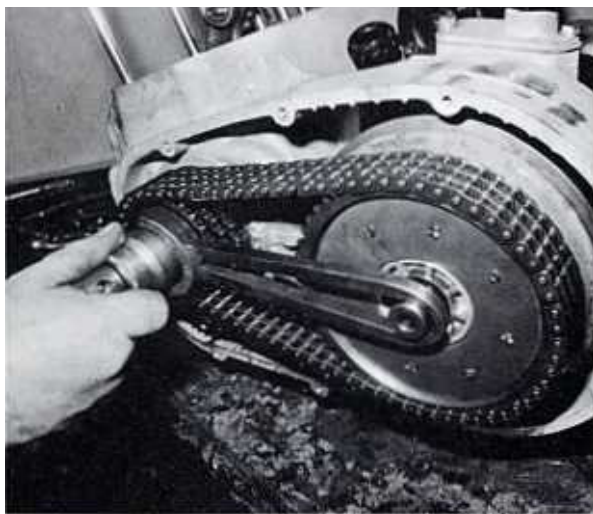
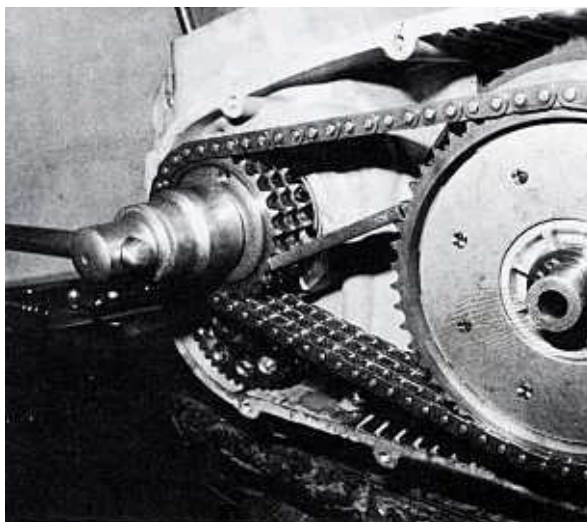

Bild 114
Bild 115
- An beiden Motoren den Pleuellager blockieren. Ist der Motor im Rahmen eingebaut, legt man den fünften Gang ein und blockiert das Hinterrad mit der Bremse. Am ausgebauten Motor kann man das Spezialwerkzeug von Laverda benutzen (Bild 114), was jedoch nicht unbedingt nötig ist. Man kann sich auch mit einem dicken Messing- oder Leichtmetallbarren helfen, der über die ganze Pleuellagerbreite reichen muss (Bild 115).